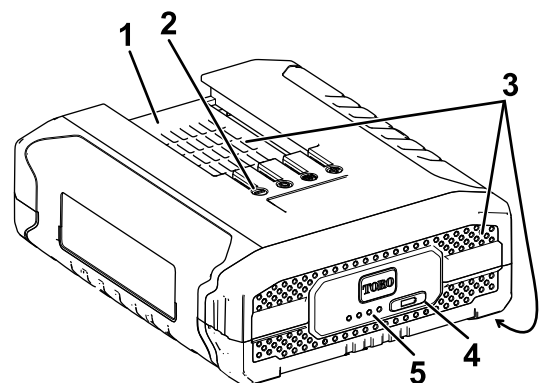

Bild 8
3. Fluchten Sie das Loch im Akkupack (Bild 8) mit der Zunge am Ladegerät aus.